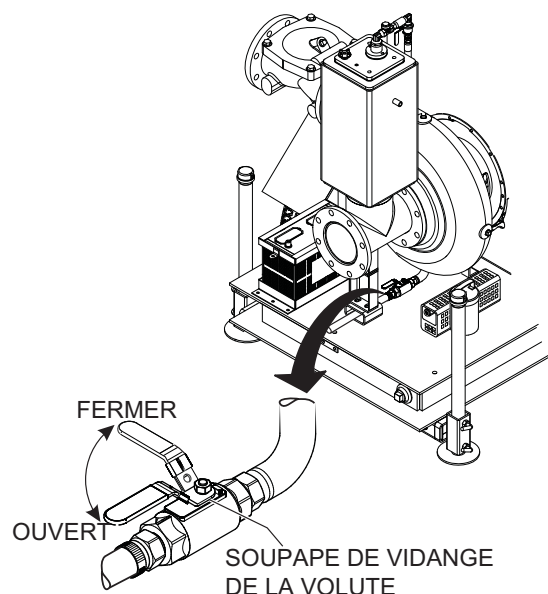

Figure 41. Soupape de vidange de la volute (Ouvrte)
4. Placez la soupape de vidange de la volute (Figure 41) en position OPEN (OUVERTE).